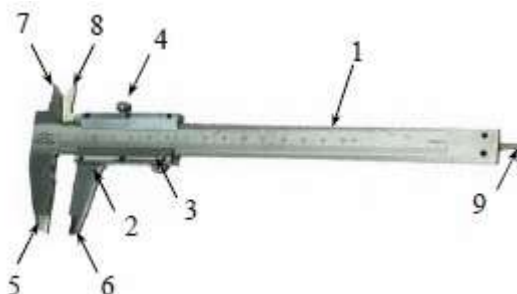

Рис.5. Штангенциркуль.
**Штангенциркуль.** Штангенциркулем (рис. 5) называется прибор, применяющийся для измерения линейных размеров с точностью от 0,1 до 0,02 мм. Штангенциркуль состоит из линейки (штанги) 1 с миллиметровыми делениями ( $Y = 1$  мм) и подвижной рамки 2 с нониусом 3 и закрепляющим винтом 4. На штанге и рамке имеются ножки 5 и 6. Ножки с внутренней стороны имеют плоские поверхности. При сомкнутых ножках отсчет по нониусу равен нулю. Для измерения штангенциркуль берут в правую руку, а измеряемый предмет помещают между ножками, придерживая его левой рукой, и плотно зажимают предмет между ножками. Затем производят отсчет.